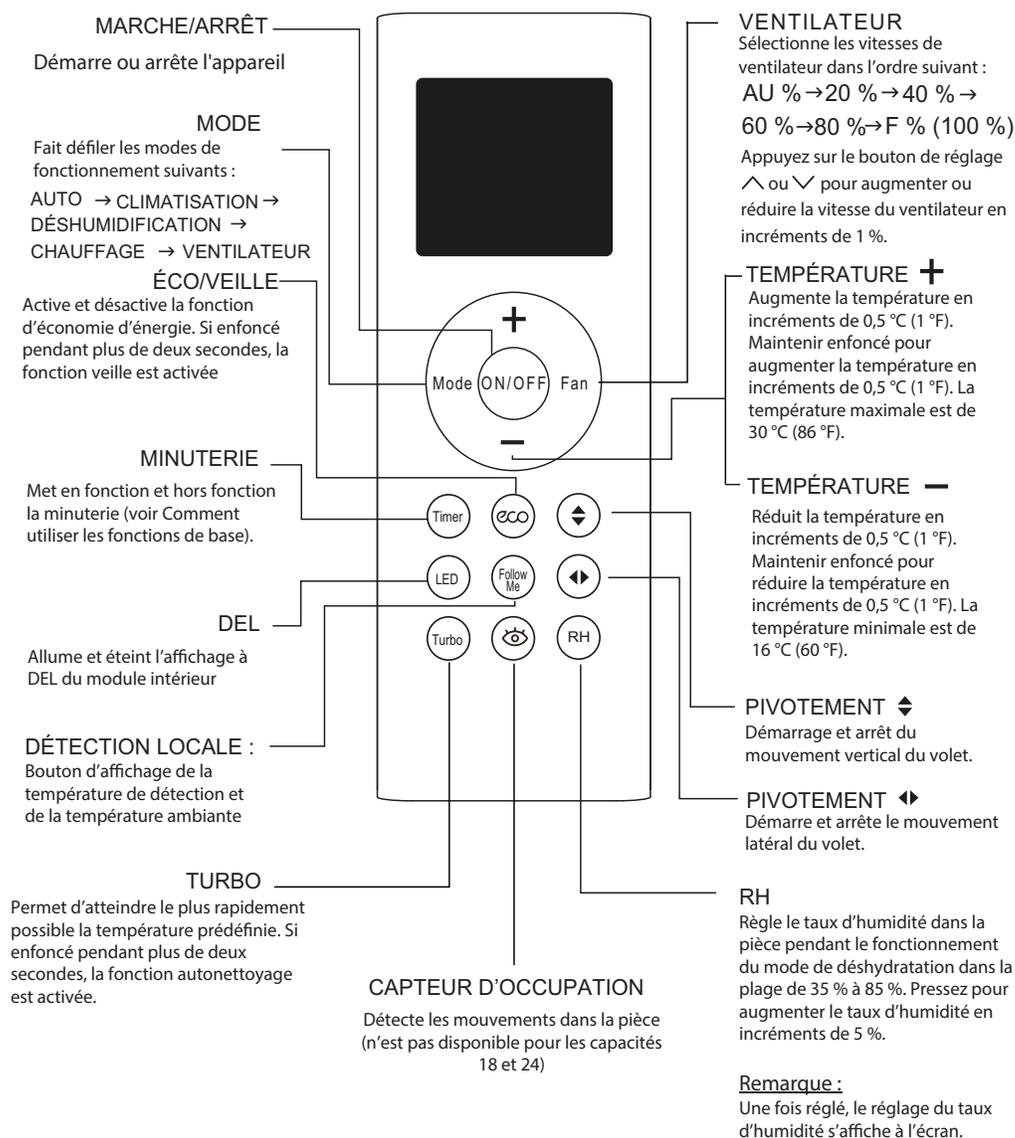

Fig. 3 – Télécommande
6. Réglez l'orientation du flux d'air. Lorsque vous mettez l'appareil en marche, les volets se placent à la position de chauffage ou de climatisation. L'utilisateur peut régler la position du volet ou choisir le mouvement continu du volet en appuyant sur le bouton de pivotement horizontal du volet. (Voir Fig. 3 – à la page 4).